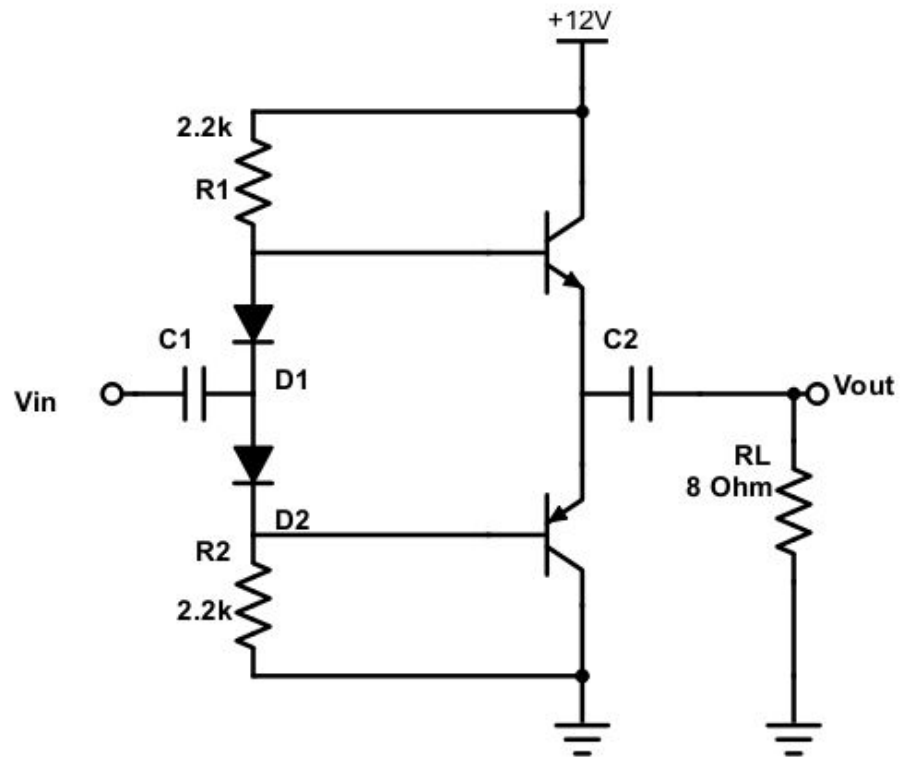

Figura 1: Circuito *push-pull* com alimentação assimétrica.
4.1. Verifique a linearidade do circuito *push-pull* da figura 1 (mesmo do experimento anterior) aplicando uma onda triangular de amplitude 500mV@1kHz.